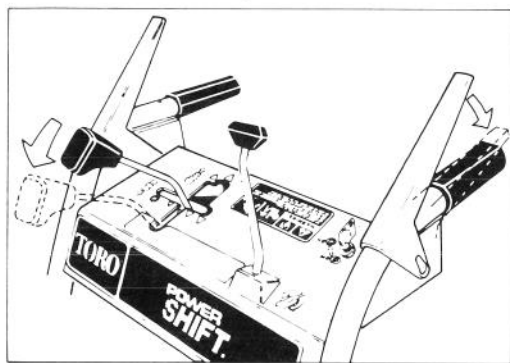

Figure 13
2. Pour orienter les roues vers l'avant ou vers l'arrière, tirez la commande de conversion sans la relâcher jusqu'au bout vers l'avant en position Power Shift (fig. 13).
3. Engagez entièrement le levier d'entraînement de traction pour régler les roues en position Power Shift (fig. 13 et 14).